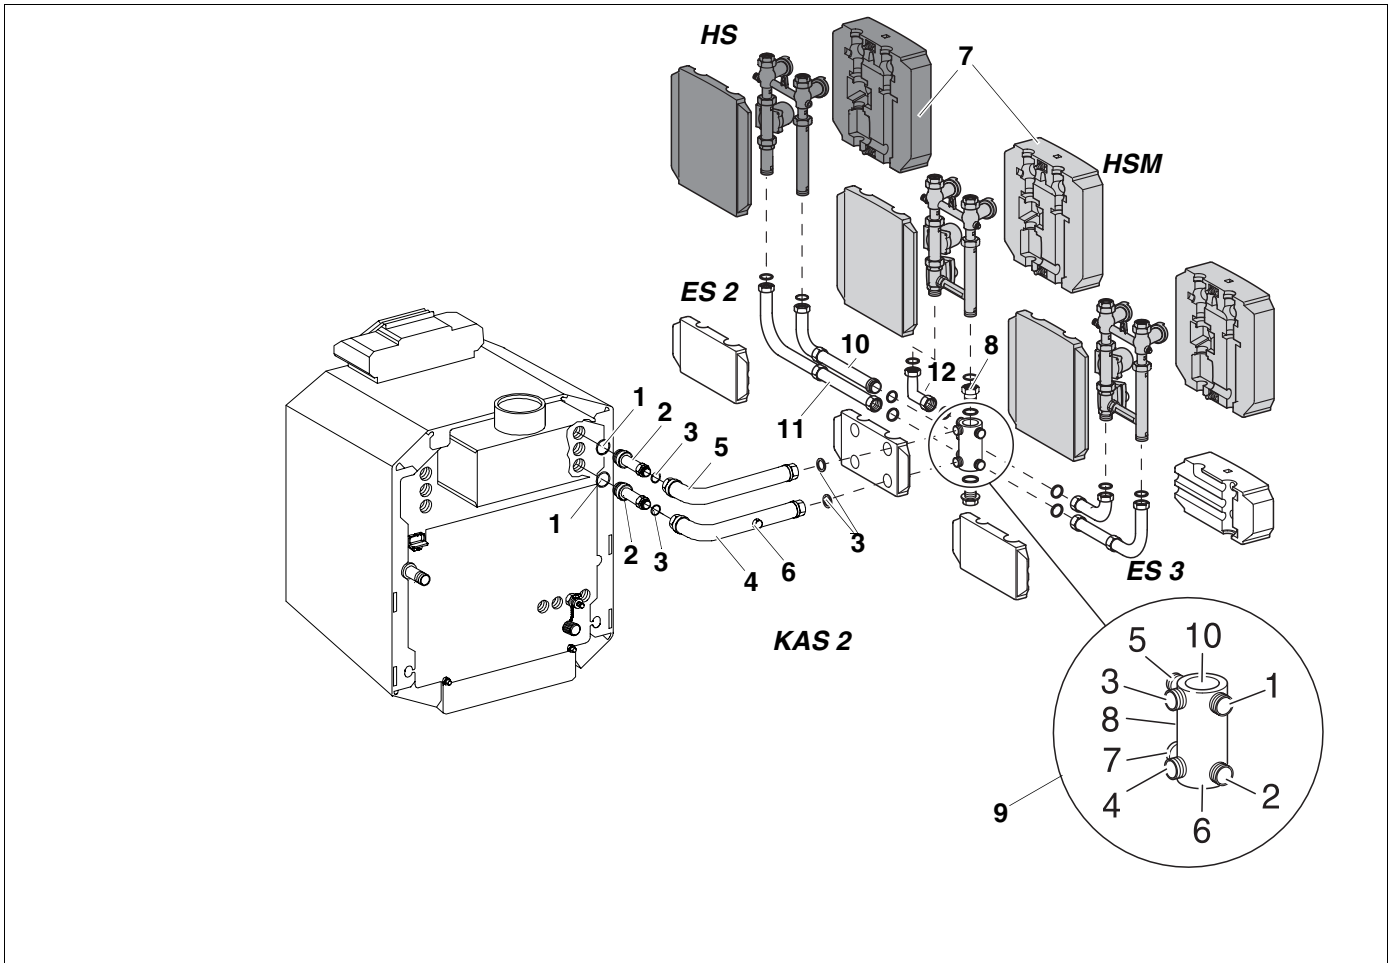

Abb. 10 Seitlich parallel Linksanbau
- Dichtungen (3) in das Adapterstück (8) und in die Winkelverschraubung (12) einlegen.
- Heizkreis-Set mit Mischer (HSM) oder ohne Mischer (HS) entsprechend Abb. 10 anschrauben.
Legende zu Abb. 10
- Dichtung (3) in die Verschraubung des Zwischenstücks (11) einlegen und das Zwischenstück auf den Abgang Nr. 7 des Multifunktionsverteilers aufschrauben.
- Rohrbogen mit Dichtung (3) (kurzer Schenkel) montieren (Abb. 10).
- Dichtungen (3) in die Verschraubungen der beiden Rohrbögen einlegen.
- Heizkreis-Set mit Mischer (HSM) oder ohne Mischer (HS) entsprechend Abb. 10 aufschrauben.
- Dichtung (3) in die Winkelverschraubung einlegen und mit dem Anschluss Nr. 1 am Multifunktionsverteiler (9) verschrauben.
- Dichtung (3) in das Zwischenstück (Rücklaufrohr) einlegen und das Zwischenstück auf den Abgang Nr. 2 des Multifunktionsverteilers aufschrauben.
- Rohrbogen mit Dichtung (3) kurzer Schenkel montieren.
- Dichtungen (3) in die Verschraubungen des Vor- und Rücklaufs einlegen.
- Heizkreis-Set mit (HSM) oder ohne Mischer (HS) entsprechend Abb. 10 aufschrauben.